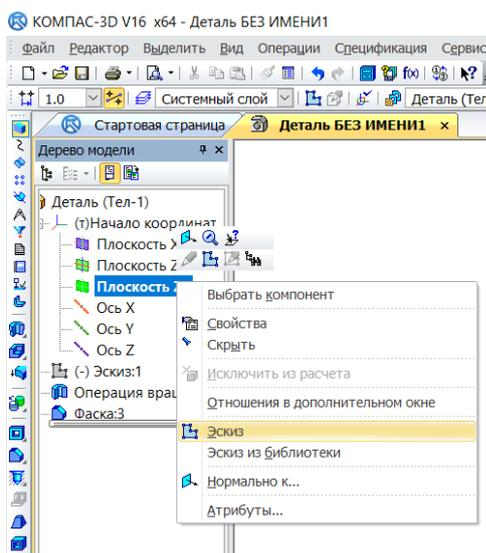

Рис. 39.
- 1) СПОСОБ 1. Выберем плоскость  $ZY$  в дереве модели, она должна проходить через центр детали, и создайте на ней новый эскиз (рис. 39):